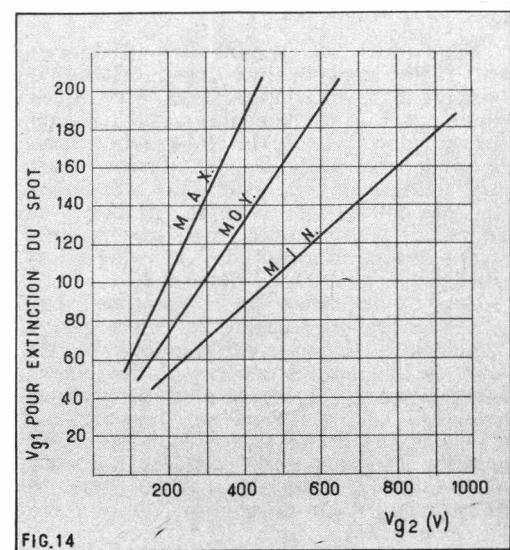

FIG.14
Voir courbe (fig. 14) (4)
Voir courbe (fig. 14) (5)